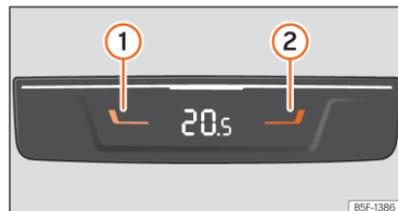

Fig. 116 Na parte traseira da consola central: comandos para os lugares traseiros.
- Pressione os botões **1** e **2** **>>> Fig. 116** para ajustar a temperatura da zona posterior.